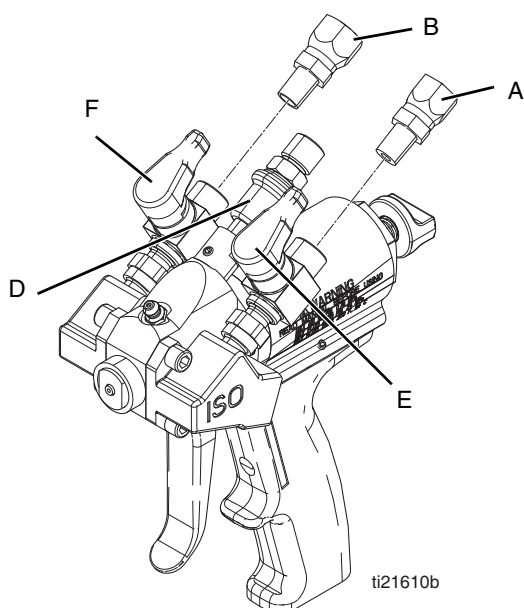

FIG. 4 Retrait du raccord tournant
2. Retirer les raccords tournants (A et B) des vannes d'arrêt du produit (E et F) du P2. Voir la FIG. 4. Les raccords de la vanne sont de type femelle 1/8".
3. Retirer le flexible d'air du commutateur de l'air d'alimentation (D). Le raccord du commutateur de l'air d'alimentation est de type NPSM 1/4".